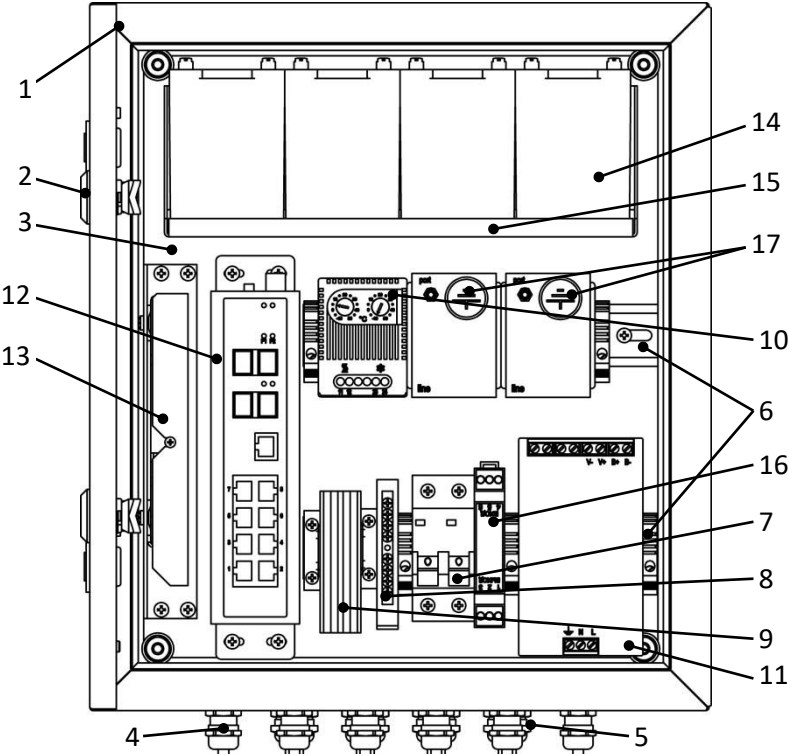

Рисунок 1 – Устройство шкафа
Шкаф представляет собой сварную конструкцию, состоящую из корпуса и дверцы оклеенной уплотнителем, корпус и дверца утеплены изоляном фольгированным. Внутри корпуса на монтажной панели установлено оборудование (см. раздел 2 и рисунок 1), обеспечивающее бесперебойную работу IP-устройств (до 8 шт.) с питанием по PoE, передачу данных по оптическому кабелю, а также обогреватель с термостатом и блоки грозозащиты.
2. Комплектация (см. рисунок 1)